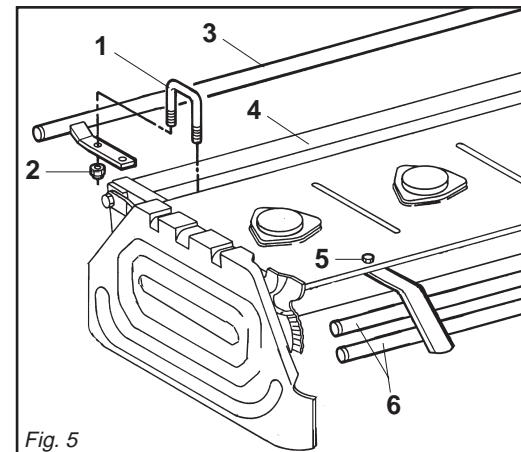

Fig. 5
- Mediante i cavallotti (1 Fig. 5) e i dadi (2 Fig. 5) montare la protezione anteriore (3 Fig. 5) sul tubo (4 Fig. 5), poi montare le protezioni posteriori (6 Fig. 5) mediante i dadi (5 Fig. 5).
- Using the U-bolts (1 Fig. 5) and nuts (2 Fig. 5), mount the front guards (3 Fig. 5) on the tube (4 Fig. 5) and then mount the rear guards (6 Fig. 5) using the nuts (5 Fig. 5).
- Mit den Schraubstiften (1 Abb. 5) und den Muttern (2 Abb. 5) den vorderen Schutz (3 Abb. 5) auf das Rohr (4 Abb. 5) montieren. Dann mit den Muttern (5 Abb. 5) die hinteren Schutzteile (6 Abb. 5) montieren.
- Montez la protection avant (3 Fig. 5) sur le tuyau (4 Fig. 5) au moyen des cavaliers (1 Fig. 5) et des écrous (2 Fig. 5); ensuite montez les protections arrière (6 Fig. 5) au moyen des écrous (5 Fig. 5).
- Mediante pernos en U (1 Fig. 5) montar la protección anterior (3 Fig. 5) sobre el tubo (4 Fig. 5), luego montar las protecciones posteriores (6 Fig. 5) mediante las tuercas (5 Fig. 5).